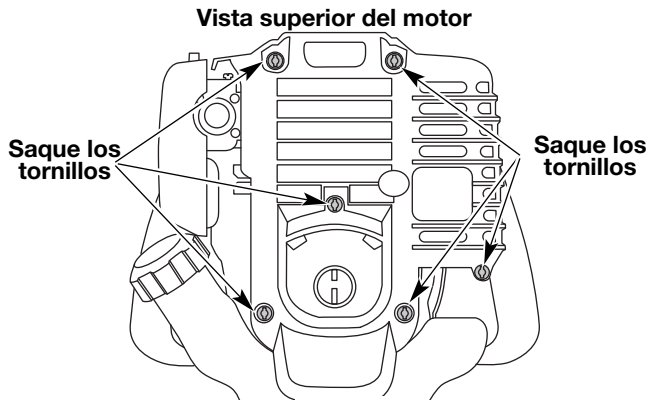

Fig. 30
1. Quite los dos (6) Tornillos de encima de la tapa del motor con un destornillador de pala o Torx #25 (Fig. 30).
4. Saque la cubierta del motor (Fig. 30).
1. Apague el motor y espere que se enfríe. Retire los seis (6) tornillos de la parte posterior de la tapa del motor con destornillador de cabeza plana o Torx No. T-25 (Fig. 30).